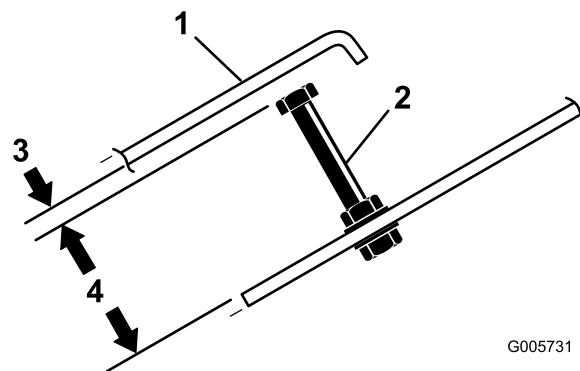

Figure 70
2. Desserrez les contre-écrous et réglez la vis de butée de la pédale de déplacement (Figure 70) afin d'obtenir une longueur de 8 cm.